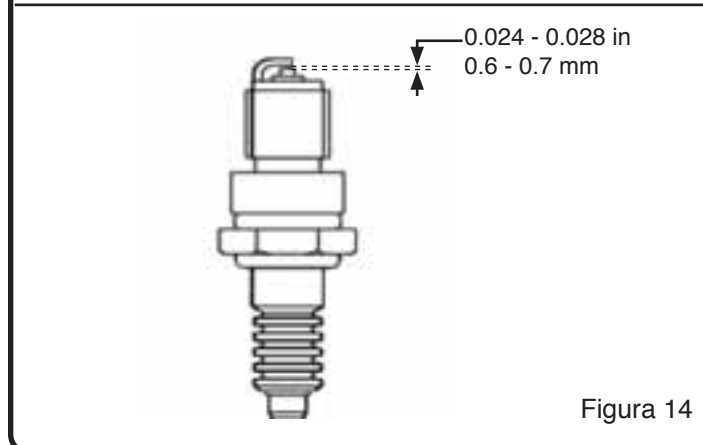

Figura 14
6. Verificar que el salto de chispa de la bujía sea de 0.6 a 0.7 mm (0.024 a 0.028 pulgadas). (Véase la Figura 14)